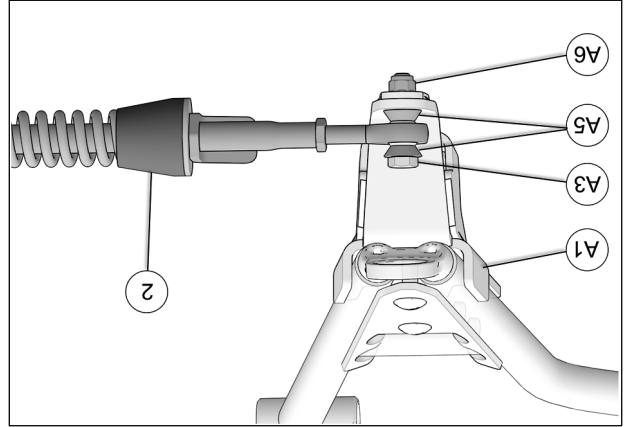

Fig. 18
7. Fixer le bras stabilisateur (2) à l'ancrage de suspension (A1) à l'aide de deux coussinets coniques (A5), du boulon (A3) et de l'écrou autobloquant (A6). Serrer à un couple de 70 N•m [52 lb•pi]. Voir la Fig. 18